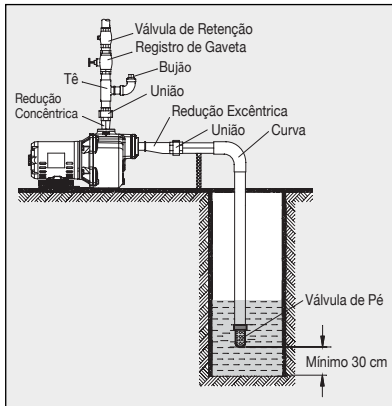

Figura 18 - Esquema de instalação BCA-40
- ④ Abra algum ponto de consumo, de preferência uma torneira, de modo que a vazão de água seja inferior ao que normalmente é utilizada.
- ⑤ Ligue o equipamento na rede elétrica. A motobomba ligará imediatamente e deverá operar de modo contínuo.
- ⑥ Se a situação descrita no item 5 acontecer, gire o parafuso metálico lentamente, agora no sentido anti-horário, até a motobomba desligar, em seguida gire o parafuso metálico mais 1/4 de volta, no mesmo sentido.
- ⑦ Agora, teste o funcionamento do sistema com um consumo normal de água, ou seja, abrindo a torneira com uma vazão que normalmente é utilizada. A motobomba não deverá mais ligar e desligar.
- ⑧ Após o fechamento da torneira, a motobomba desligará automaticamente após alguns segundos.
7. Recomendações específicas adicionais para as Bombas Autoaspirantes BCA-40 (rotor semi-aberto, Figura 18):